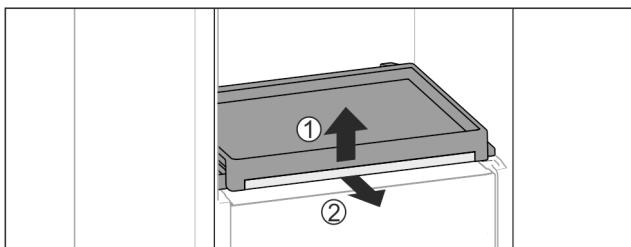

Fig. 31
Повдигнете леко отпред стъклена плоча Fig. 31 (1) и я изтеглете напред Fig. 31 (2).